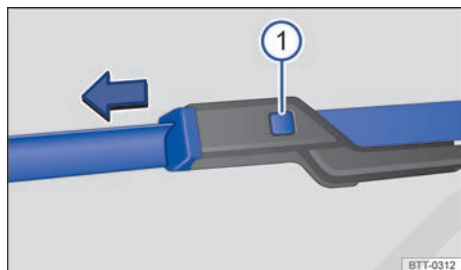

Fig. 137 Cambiar las escobillas de los limpiaparabrisas.
- Mantenga la tecla de desbloqueo ⇒ **fig. 137** ⓘ pulsada y, al mismo tiempo, retire la escobilla de los limpiaparabrisas en el sentido de la flecha.